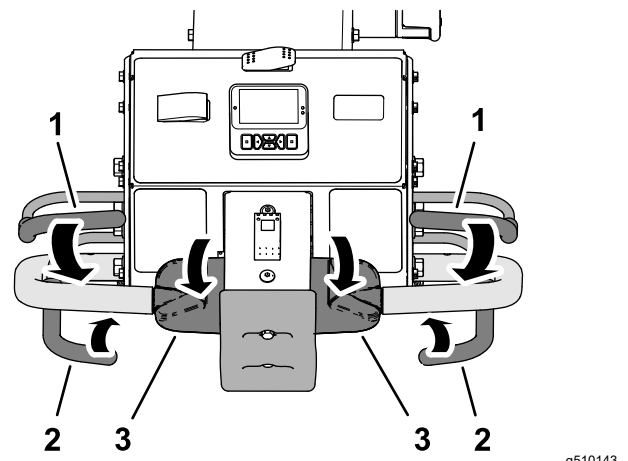

Figura 37
2. Sostenga la barra de presencia del operador contra el manillar, gire la parte superior del control de tracción hacia delante y cierre la barra de aireación (Figura 37).